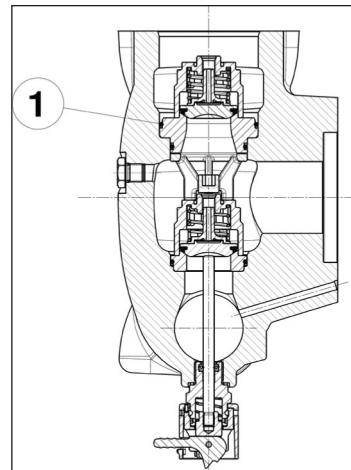

Fig. 111
Préter particulièrement attention à la mise en place du joint torique indiqué rep. ①, Fig. 111. Il est recommandé d'utiliser l'outil n° 27516000 (dans les versions avec Ø piston : 40 - 45 - 50) ou réf. 27516100 (pour les versions avec Ø Piston : 55 - 60 - 65) pour éviter de couper le joint torique en phase d'installation.